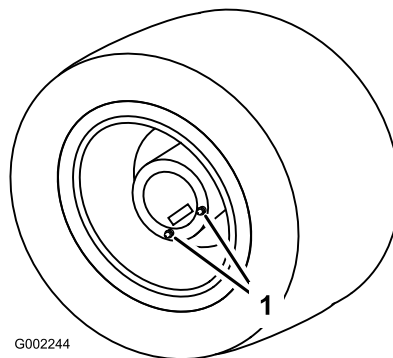

図 61
1. 平らな場所で 点検/ドレンプラグが一番下の位置ドレン位置にくるようにして駐車する(図 61)。
3. ドレンプラグの下に容器を置き、プラグを外す(図 61)。